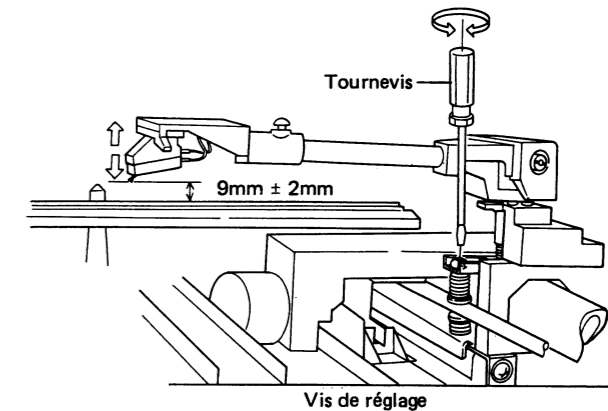

Fig. 11-2 Réglage de la levée du bras
* Lors de la montée du bras, vérifier que l'extrémité de la pointe de lecture se trouve à $9 \pm 2\text{mm}$ au-dessus de la surface du disque et que l'extrémité de la pointe du lève-bras se trouve dans la gorge en "V" (Fig. 11-2).